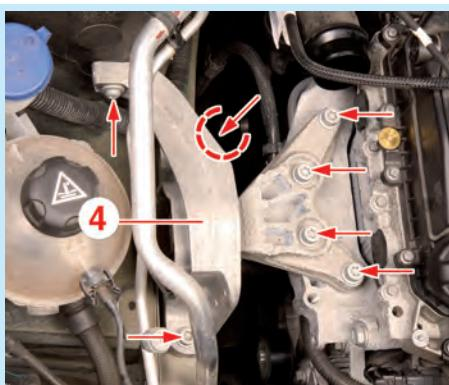

Fig.3
- Déposer le silentbloc du support moteur droit (4) (Fig.3).